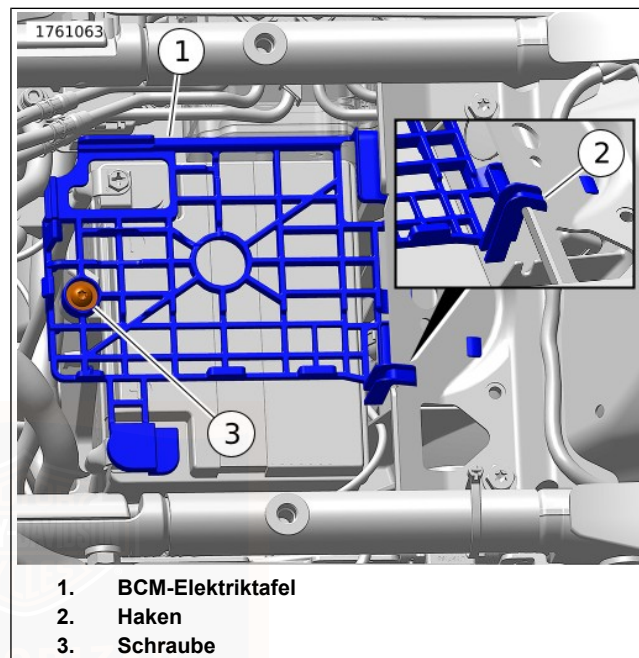

Abbildung 143. Ausbau/Einbau der BCM-Elektriktafel
9. Siehe Abbildung 143. Die Schraube (3) und die BCM-Elektrihtafel (1) entfernen.
7. Siehe Abbildung 143. Die BCM-Elektriktafel (1) einbauen. Sicherstellen, dass der Haken (2) oben an der Rahmenlasche einhakt.
8. Die Schraube (3) anbringen. Festziehen.